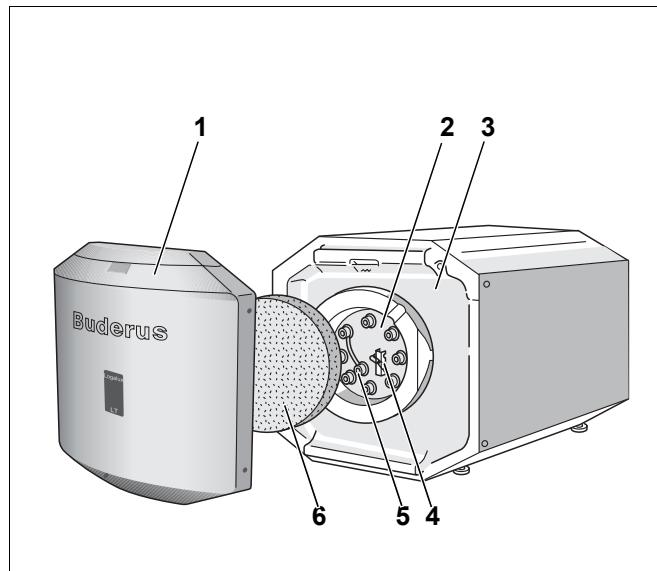

Рис. 1 Бак-водонагреватель Logalux LT135/1 – LT300/1
Коррозионная защита состоит из гигиенической термоглазури DUOCLEAN MKT и дополнительно из катодной защиты в виде магниевого анода (рис. 1, **поз. 5**), доступной через крышку люка (рис. 1, **поз. 2**).
- Крышка люка (рис. 1, **поз. 2**) для проведения техобслуживания и чистки.
- Теплоизоляция (рис. 1, **поз. 3**)
Теплоизоляция из не содержащего вредных веществ полиуретанового пенопласта нанесена непосредственно на бак. Термоизоляционный элемент (рис. 1, **поз. 6**) из пеноматериала уменьшает теплопотери через крышку люка.
- Накладной температурный датчик (рис. 1, **поз. 4**)